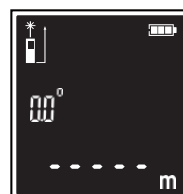

Fig. 6
Modalità di misura singola (Fig. 6)
- La misura verrà visualizzata immediatamente sullo schermo. (Fig. 6)